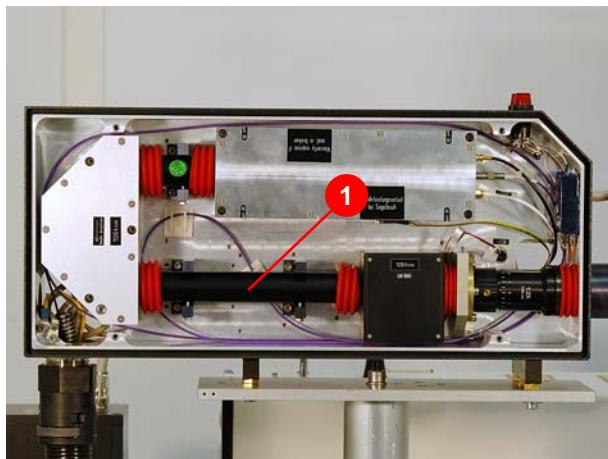

Abbildung 7.17 Strahlverrohrung demontieren
2. Strahlverrohrung (1) (Abbildung 7.17) des Laserkopfes ausbauen.